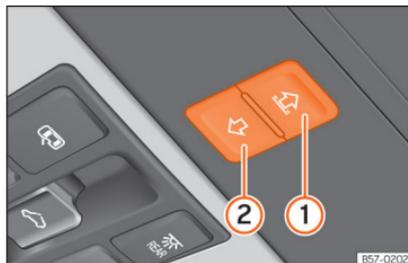

Abb. 105 Im Dachhimmel: Tasten des Sonnenschutzrollos.
Die Tasten **»» Abb. 105 (1) und (2)** haben zwei Stufen. In der ersten Stufe kann das Sonnenrollo ganz oder teilweise geöffnet oder geschlossen werden.
• **Sonnenschutzrollo:** Innerhalb von etwa 5 Sekunden nach dem Auslösen der Kraftbegrenzung die Taste »» Abb. 105 Ⓧ so lange drücken, bis das Sonnenschutzrollo vollständig geschlossen ist.